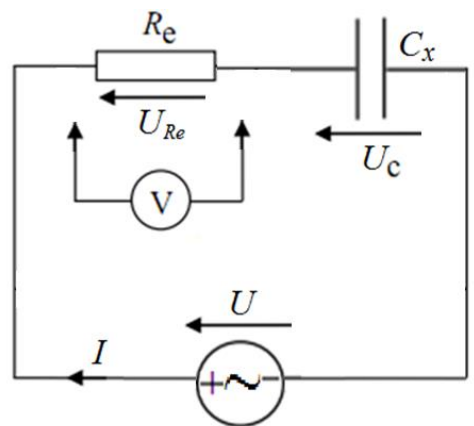

Figure 7. méthode des trois voltmètres
- Réaliser le montage suivant :fig.7